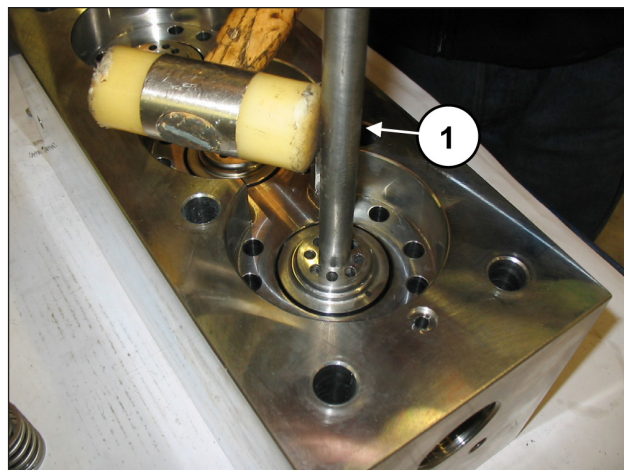

Fig. 115
Si las sedes de la válvula están bloqueadas en la cabeza debido a los depósitos de cal o al óxido, desbloquearlas introduciendo la herramienta adecuada (cód. 034300020 para SKH20-22-24 o cód. 034300010 para SKH26-28-30) en el orificio de envío (pos. ①, Fig. 115).